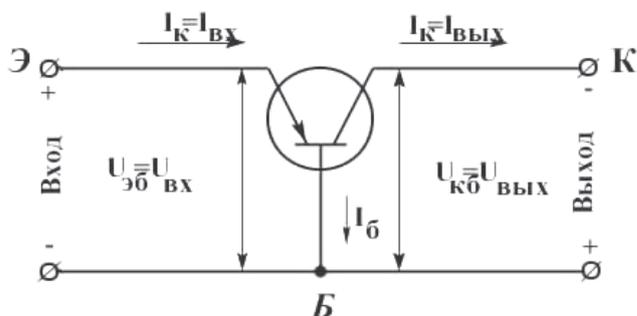

Рисунок 3.1. Исследование транзистора по схеме с ОБ в статическом режиме
2. Зарисовать электрическую схему (рисунок 3.1)
3. Собрать электрическую схему (рисунок 3.1)